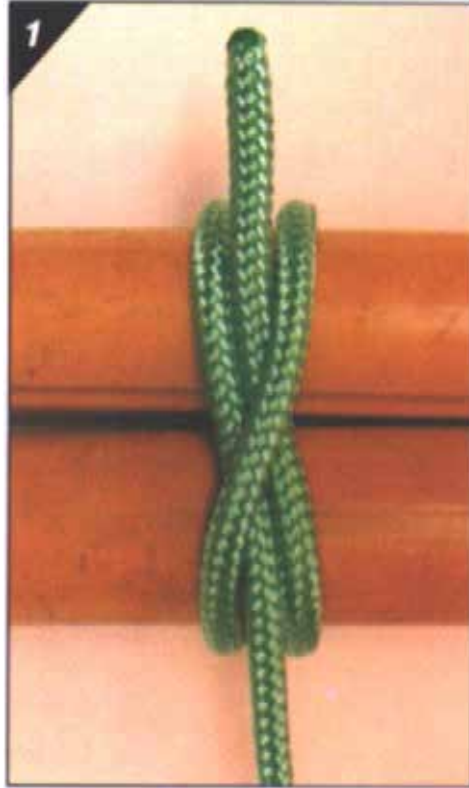

Figure 18 Étape 1
**Brêlage en rond.** Parfois appelé brêlage de bigue, le brêlage en rond a deux utilisations distinctes. Premièrement, il peut créer une structure en A ou un ensemble de bigues à l'aide d'un seul brêlage. Deuxièmement, on peut utiliser deux ou trois brêlages en rond pour joindre deux perches pour créer une perche plus longue. Pour monter une structure en A, deux perches sont placées côte-à-côte; le brêlage est fait à une extrémité tel qu'illustré aux figures 18 à 24. Une approche légèrement différente est utilisée pour joindre les deux perches afin de fabriquer une plus longue perche. La procédure est exactement la même, sauf que les demi-clés à capeler initiales et finales sont attachées autour des deux perches et il ne reste aucun espacement entre les perches et aucune bridure n'est utilisée. Pour obtenir une perche plus résistante, ajouter des brêlages supplémentaires à l'extrémité opposée et au milieu des perches adjacentes.